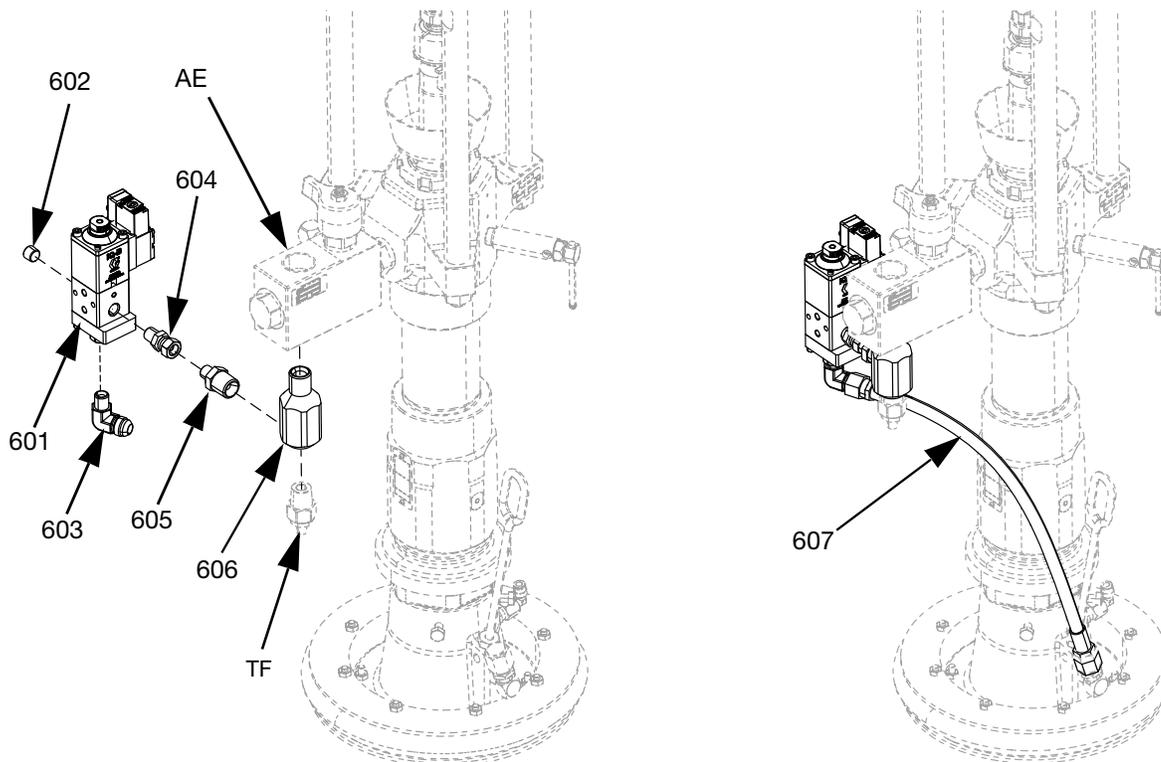
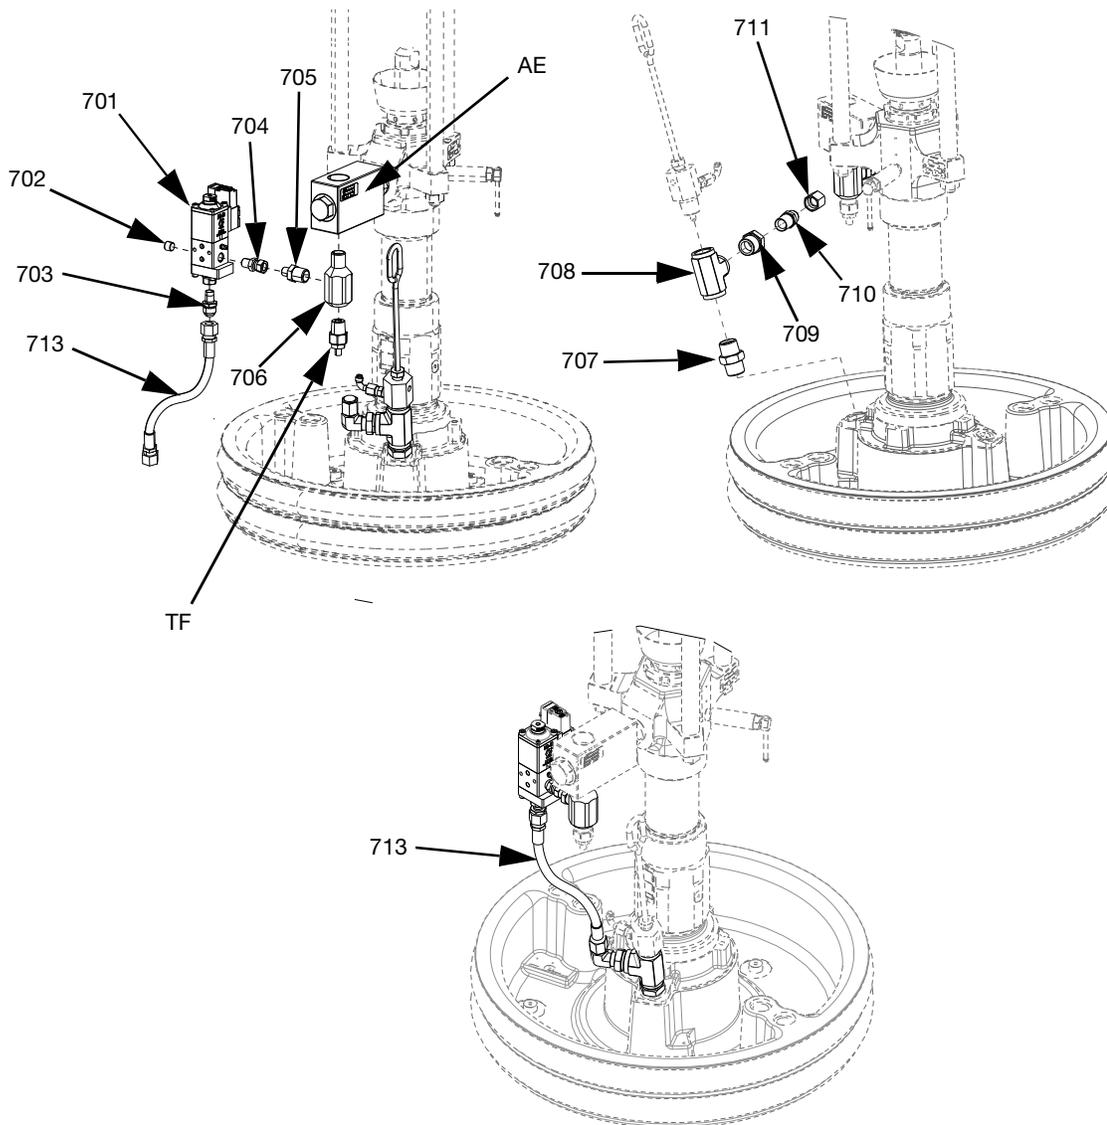

Fig. 69: Kit de válvula del plato, 25R452
FIG. 73: Kit de válvula de plato, 25R453
2. Desconecte el transductor de presión del puerto 5 del controlador eléctrico (AB).
3. Retire el accesorio de conexión del transductor de presión (TF) y el accesorio de conexión que va conectado a la válvula de retención de fluido (AE).
4. Con cinta para roscas, instale el accesorio de conexión en T de 1/2 NPT (606) en la válvula de retención de fluido (AE) y, luego, vuelva a instalar el accesorio de conexión del transductor de presión (TF) en la parte inferior del accesorio en T de 1/2 NPT (606).
5. Use cinta para roscas para instalar el adaptador de 1/4 NPT x 1/2 NPT (605) en el accesorio en T de 1/2 NPT (606). Consulte la FIG. 69.
6. Instale la válvula del plato (601) en el accesorio de conexión de 1/4 NPT (606) usando el accesorio giratorio (604) y apriételo.
7. Instale la manguera de recirculación (607) en la válvula del plato (601) y apriete.
8. Vuelva a conectar el transductor de presión al puerto 5 del controlador eléctrico (AB).
4. Con cinta para roscas, instale el accesorio de conexión en T de 1/2 NPT (706) en la válvula de retención de fluido (AE) y, luego, vuelva a instalar el accesorio de conexión del transductor de presión (TF) en la parte inferior del accesorio en T de 1/2 NPT (706).
5. Use cinta para roscas para instalar el adaptador de 1/4 NPT x 1/2 NPT (705) en el accesorio en T de 1/2 NPT (706). Consulte la FIG. 69.
6. Instale la válvula del plato (701) en el accesorio de conexión de 1/4 NPT (706) usando el accesorio giratorio (704) y apriételo.
7. Instale la manguera de recirculación (713) en la válvula del plato (701) y apriete.
9. Retire la varilla de purga (EF) y el puerto de purga (EG), e instale los accesorios de conexión (707, 708, 709, 710, 711) como se muestra en la FIG. 73.